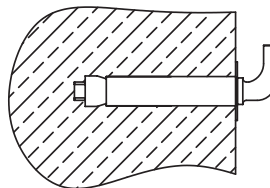

Fig. 5
2. Pasi të zgjidhni vendin e montimit, bëni dy vrima në mur me thellësinë e duhur dhe futni vidat, ktheni grepin lart, shtrëngoni bullonat mirë dhe më pas instaloni ngrohësin e ujit mbi të (shih fig.5).